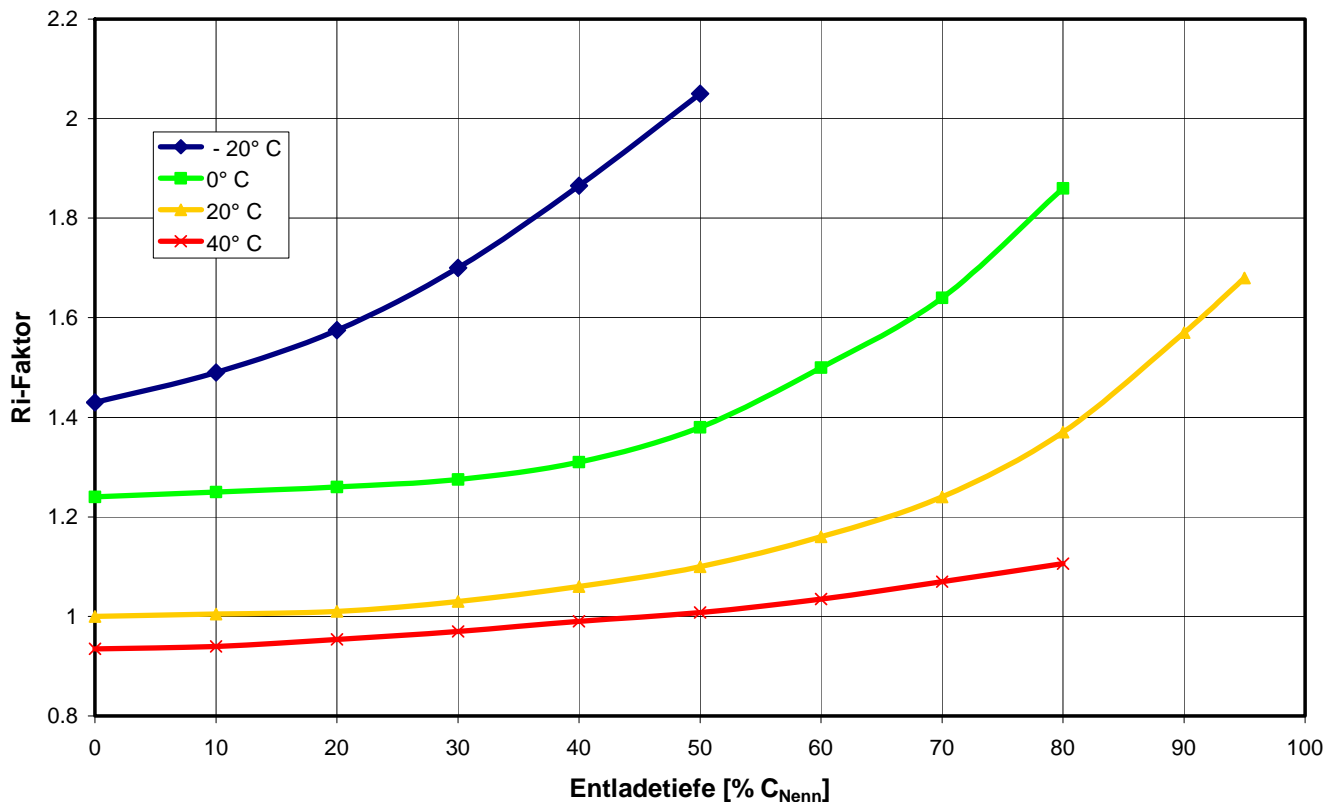

Abb. 27: R_i -Widerstandsfaktor versus Entladetiefe und Temperatur
- Der Innenwiderstand R_i hängt von der Entladetiefe und der Temperatur ab, wie unten im Abb. 27 dargestellt. Hierbei stellt der R_i -Wert bei 0% Entladetiefe (Vollladezustand) und 20° C die Basis dar (R_i -Faktor = 1). Der R_i -Basiswert ist dem jeweiligen Katalog zu entnehmen.